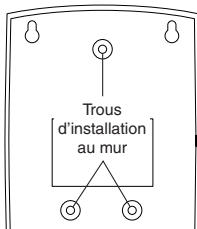

Figure 6
- Servez-vous des trous du boîtier comme modèle (voir Figure 6). Percez 3 trous d'un